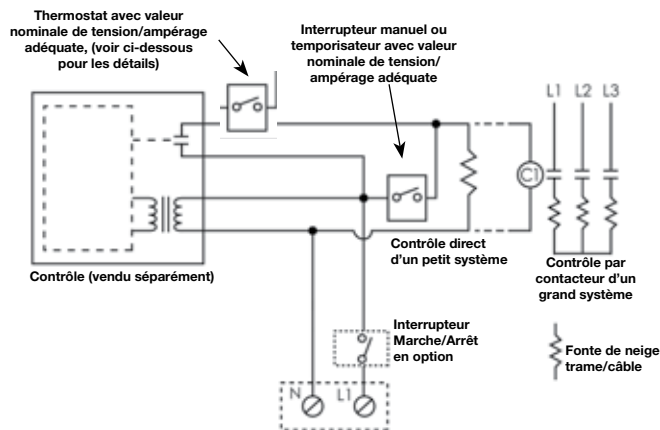

Figure 4 Schéma de câblage typique des systèmes Sno*Melter
- Toute installation de 56-75 W/pi² exige un thermostat de commande à maximum ou certifié, réglé à un maximum de 5 °C. (voir la Figure 4 pour les détails de l'installation)